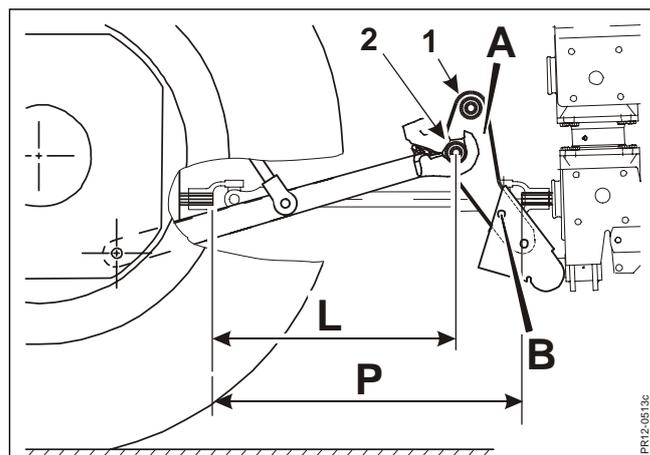

Fig. 2-3
- Fig. 2-3 Auf der Zugbalkenverlängerung gibt es zwei Möglichkeiten, an denen man die Zapfen anbringen kann – abhängig davon ob der Schlepper mit kurzen oder langen Unterlenkern versehen ist.